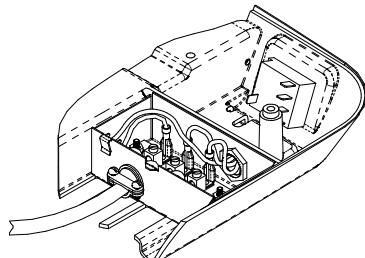

FIGURA 3
4. Inserte el cableado de alimentación a través del sujetador de cables y dentro de la caja de cableado de campo para que el conductor de alimentación entre de 12 a 14 cm en la caja. Asegure el sujetador de cables sobre el recubrimiento del cable de alimentación para que no haya posibilidad de movimiento (vea la Figura 3).
5. Conecte los conductores de alimentación de electricidad a las terminales "A" y "N" en la placa terminal. IMPORTANTE: Si la electricidad proviene de un conductor "Caliente" y otro "Neutral", conecte el neutral a "N". Conecte la conexión a tierra en la terminal "E" en la placa terminal (vea la Figura 3).